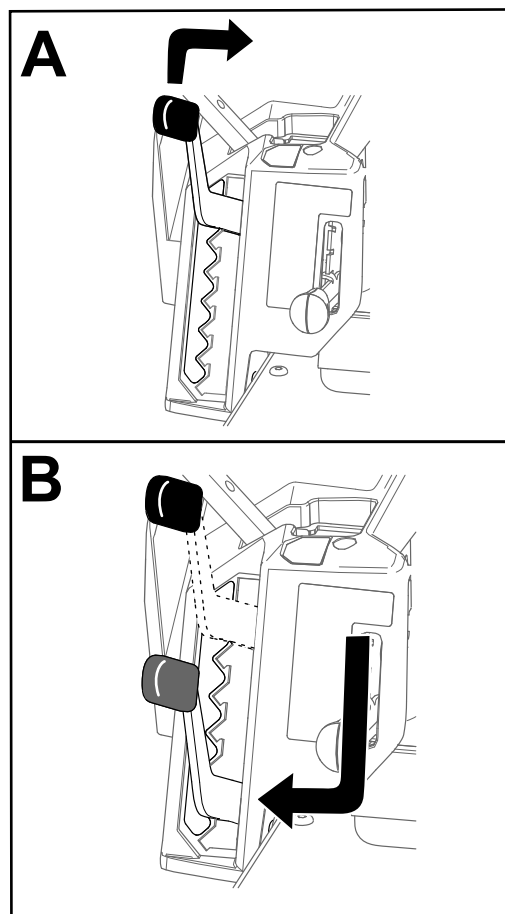

Рисунок 28
**Примечание:** Транспортное положение — это самое высокое положение высоты скашивания, соответствующее 114 мм, как показано на Рисунок 28.
Высоту скашивания можно отрегулировать в пределах от 38 до 114 мм с шагом 13 мм. Высота скашивания управляется рычагом, расположенным справа от рабочего места оператора (Рисунок 28).